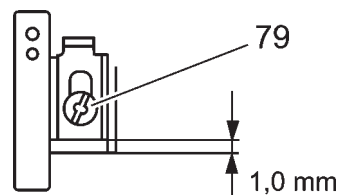

Рис. 64
Нитеводитель игольной нитки в основном положении должен находиться в самом верхнем положении и одновременно отстоять на 1,0 мм от плиты основания (рис. 64).
- Установите нитеводитель игольной нитки согласно рис. 64.